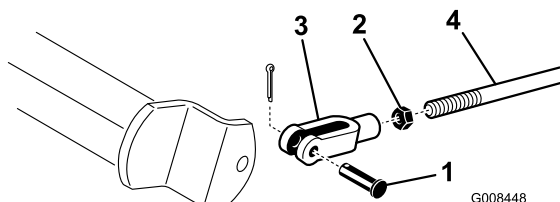

Figura 53
2. Se os travões não bloquearem de forma idêntica, desengate as barras dos travões, retirando o respectivo contrapino e pino da manilha (Figura 53).
3. Liberte a porca de bloqueio e efectue o ajuste da manilha (Figura 53).
4. Monte a cavilha no eixo do travão (Figura 53).